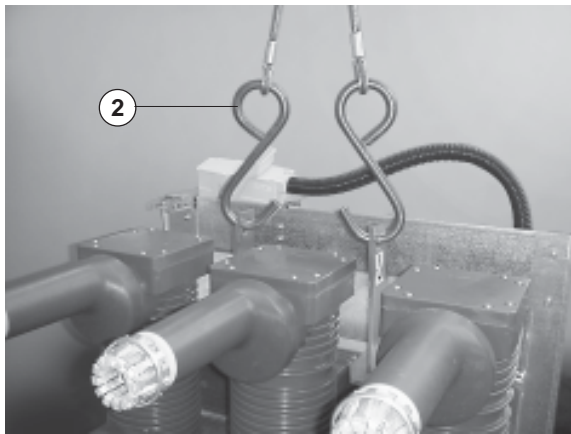

Fig. 2d
- Aplicar los ganchos (1) de la manera indicada en (fig. 2d) y levantarlo.
- Al término de la operación desenganchar los equipos (1).
- Encaixar os ganchos (1) como indicado na (fig. 2d) e levantar.
- Ao terminar a operação, soltar as ferramentas (1).